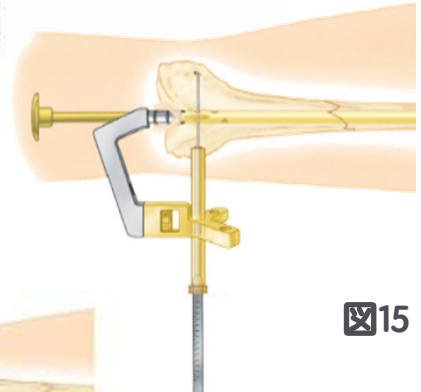

図15
2. ドリルとドリルスリーブ（シルバー）φ4.0mmを取り外し、ダイレクトメジャーゲージ（7163-1189）による計測も行えます（図15）。